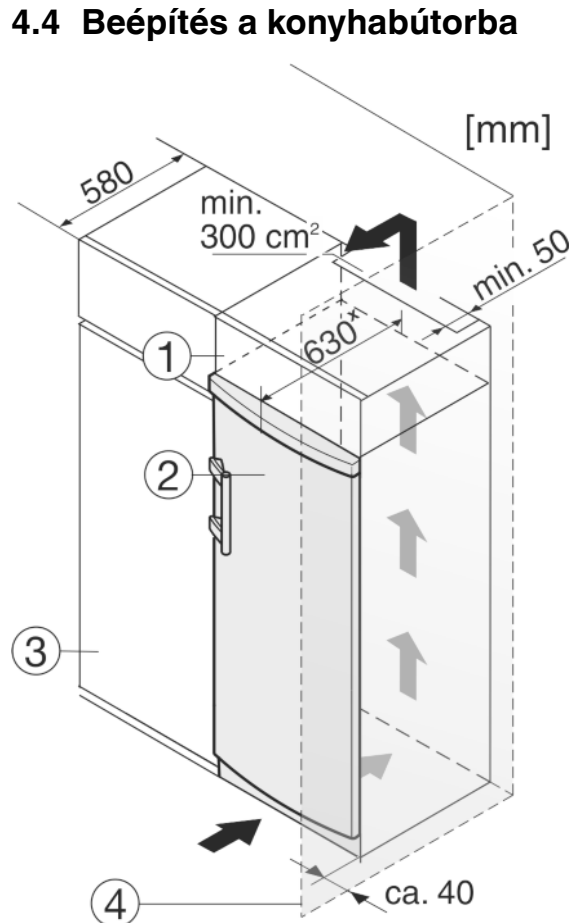

Fig. 10
- (1) Rátétszekrény
- (2) Berendezés
- (3) Konyhaszekrény
- (4) Fal
A készüléket körbe lehet építeni konyhaszekrényekkel. Rá lehet szerelni egy rátétszekrényt Fig. 10 (1), hogy a készüléket Fig. 10 (2) a konyhabútorok magasságához igazítsa.
Ha a berendezést (max. 580 mm mélységű) konyhaszekrényekkel építi körül, akkor közvetlenül a konyhaszekrény Fig. 10 (3) mellett is felállíthatja. A készülék oldalirányban 34 mm^x, a közepétől pedig 50 mm^x távolságban nyúlik túl a konyhaszekrény előlapjához képest.
Mikor a berendezést a csuklópántokkal egy fal Fig. 10 (4) mellett állítja fel, akkor a berendezés és a fal közti távolság legalább 40 mm legyen. Ez nyitott ajtó esetén megfelel a fogantyú túlnyúlásának.